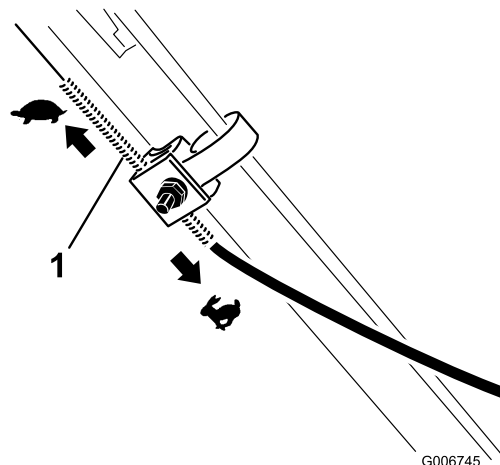

Figuur 29
- Duw de kabelmantel 5 mm omhoog (Figuur 29).